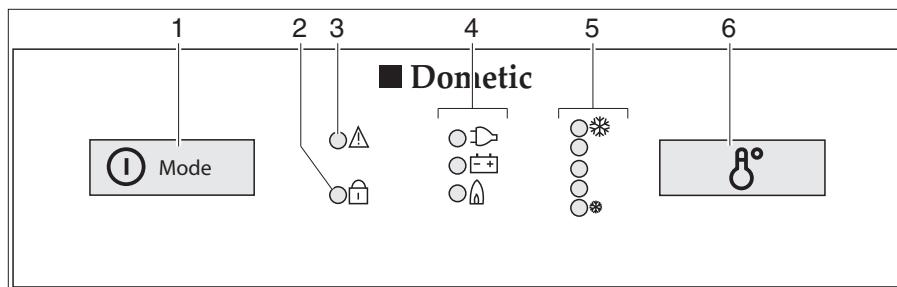

Fig. 352 Elementi di comando per il frigorifero (serie Dometic 8 con SMSE)
- Premere l'inseritore/selettore di energia (Fig. 352,1) per 2 secondi, per accendere l'apparecchio. Il LED dell'ultima modalità di funzionamento prescelta si accende.
- Eventualmente premere più volte e brevemente l'inseritore/selettore di energia (Fig. 352,1), fino a quando l'indicazione di funzionamento GAS "gas flame icon" si accende. L'alimentazione del gas è ora aperta. L'accensione avviene automaticamente. È udibile un ticchettio fino a quando procedura di accensione non è stata portata a termine.
- Impostare la temperatura di refrigerazione con l'interruttore per la regolazione della temperatura (Fig. 352,6).
- Eventualmente premere più volte e brevemente l'inseritore/selettore di energia (Fig. 352,1), fino a quando l'indicazione di funzionamento a 230 V "■" si accende.
- Eventualmente premere più volte e brevemente l'inseritore/selettore di energia (Fig. 352,1), fino a quando l'indicatore di funzionamento a 12 V "■" si accende.